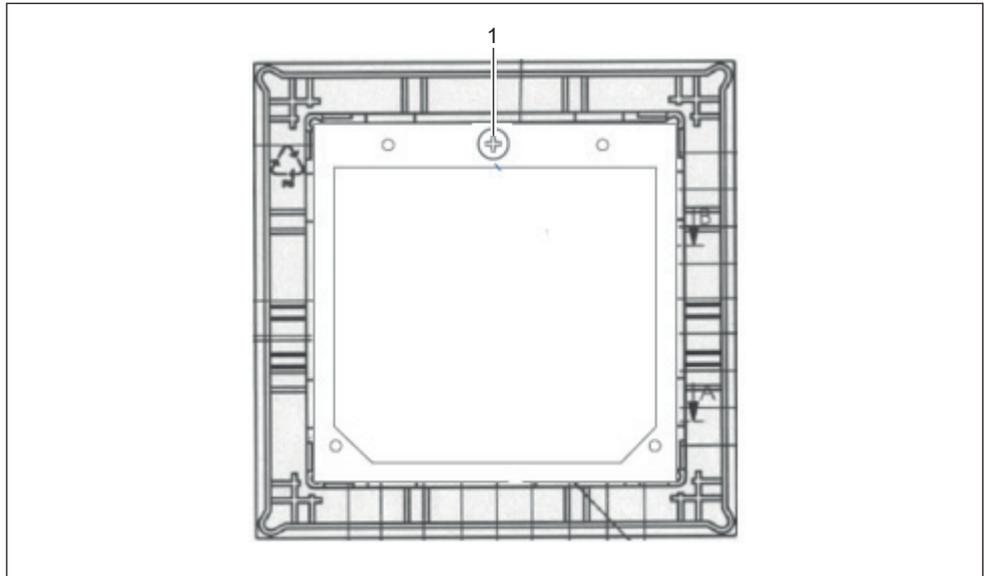

Abb. 3: Lieferzustand Siedle-Blindmodul
2. Klemmblech lösen (Abb. 3/1) und aus Blindmodul (nicht im Lieferumfang enthalten) entnehmen.